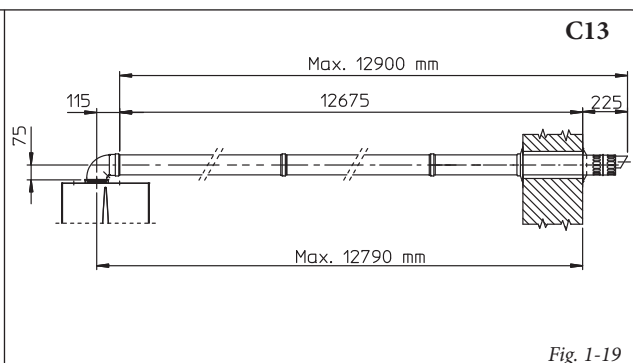

Fig. 1-19
- Prolunghe per kit orizzontale (Fig. 1-19). Il kit orizzontale di aspirazione-scarico Ø 60/100